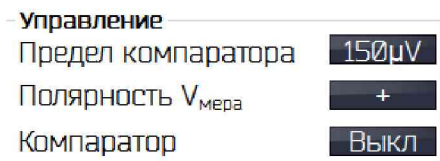

Рисунок 29 – Группа кнопок «Управление».
5.3.4 В верхнем левом углу виртуальной панели в группе кнопок «Управление» (рисунок 29) нажмите на кнопку справа от надписи «Предел компаратора», чтобы появилось значение «12,5 mV». Таким образом, включается грубый предел измерений компаратора.
5.3.16 Выключить компаратор, нажав кнопку «Компаратор» (рисунок 29). На кнопке появится надпись «Выкл».
5.3.18 Если сличение необходимо продолжить, то после выключения компаратора смените полярность выходного напряжения меры Н4-21, нажав на кнопку «+» справа от надписи «Полярность  $V_{\text{Мера}}$ » (рисунок 29). Кнопка поменяет знак на «-». Измените полярность внешнего источника напряжения.
5.3.30 После окончания сличения нажать кнопку «Компаратор» (рисунок 29). На кнопке появится надпись «Выкл».